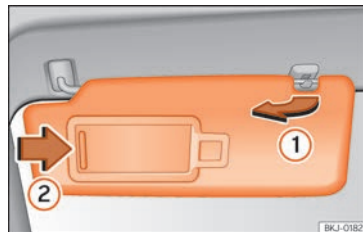

Abb. 107 Sonnenblende auf der Fahrerseite.
- Die Sonnenblende kann aus der Halterung herausgezogen und zur Tür »» Abb. 107 ① geschwenkt werden.